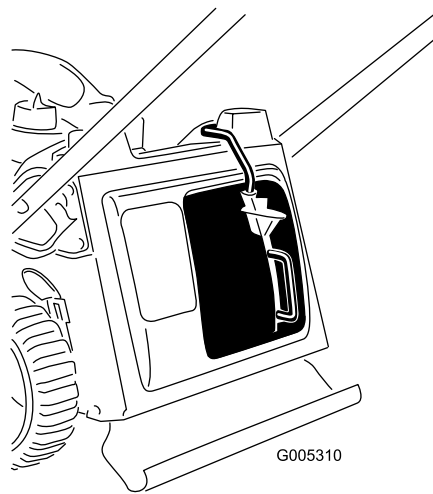

Figura 10
3. Togliete il pollice dal pulsante sulla leva e assicuratevi che la parte superiore della leva sia inserita completamente nella scanalatura (Figura 10). **Se la parte superiore della leva non è inserita nella scanalatura, il tosaerba non si avvia!**